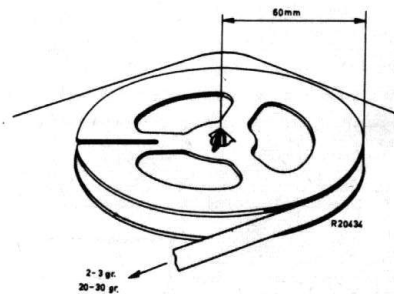

Fig. 32a
- De kracht waarmee de opspoelfricctie 166 de band aantrekt, moet 20 - 30 gram bedragen, gemeten met een spoel met 120-mm-band (volle 5" haspel), zie fig. 32a, en bij 9,5 cm/sec ($3\frac{3}{4}$ " / sec) bandsnelheid.